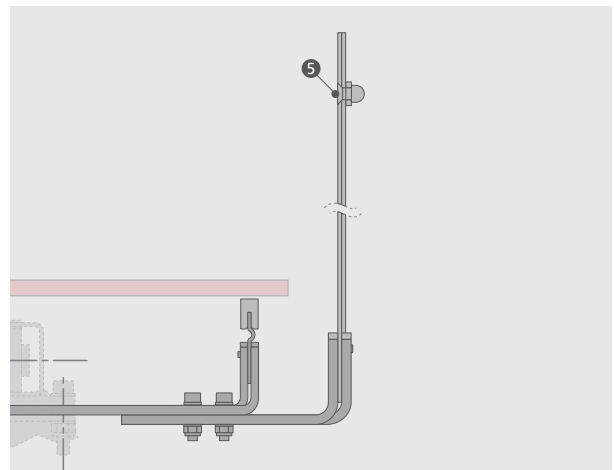

Abbildung 5.9.3
- Nur bei „Blechführung hoch“ (Höhe 300 mm): Blechführungen oben und in der Mitte untereinander verbinden. Senkkopfschraube (5) mit Hutmutter und Unterlegscheibe verwenden (im Lieferumfang enthalten, Anzugsdrehmoment 8,5 Nm). Blechführung von innen soweit ansenken, dass die Schraubenköpfe nicht überstehen. (Abb. 5.9.3)